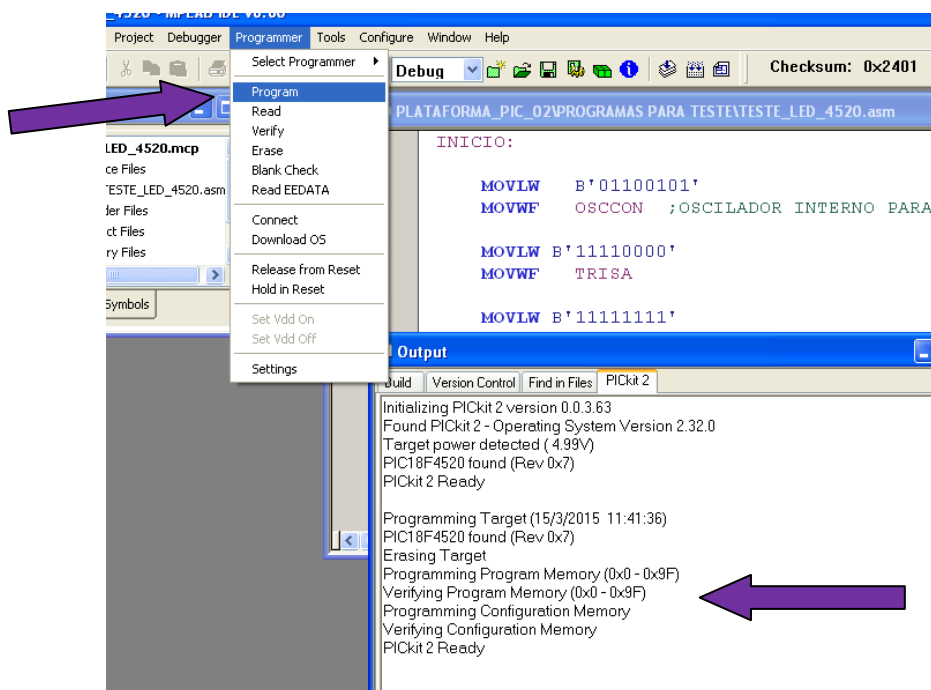

Figura 19
- Para dar início a gravação vá em programmer -> program conforme a figura 19.